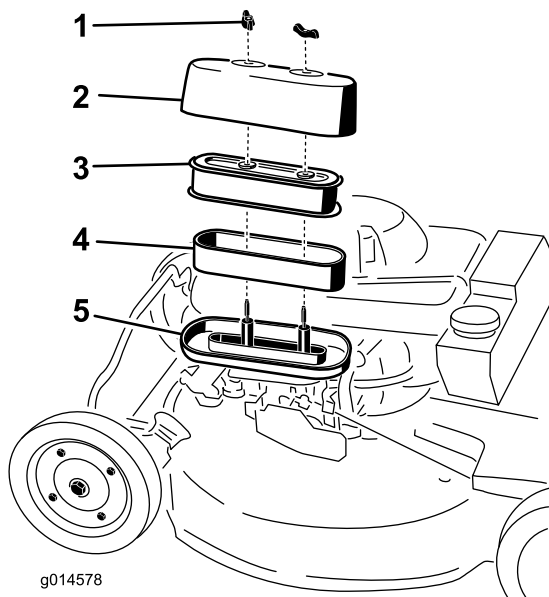

Figura 28
3. Retire las 2 tuercas que fijan la tapa (Figura 28).
5. Separe cuidadosamente de la base los elementos de gomaespuma y de papel (Figura 28).
6. Separe el elemento de gomaespuma del elemento de papel (Figura 28).